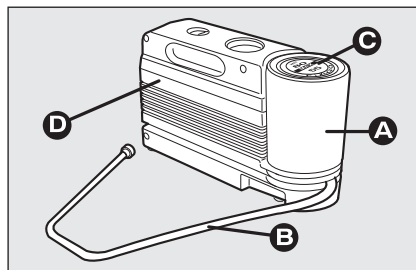

fig. 3
- ☐ una botella **A**-fig. 3 con el líquido sellador, dotada de: